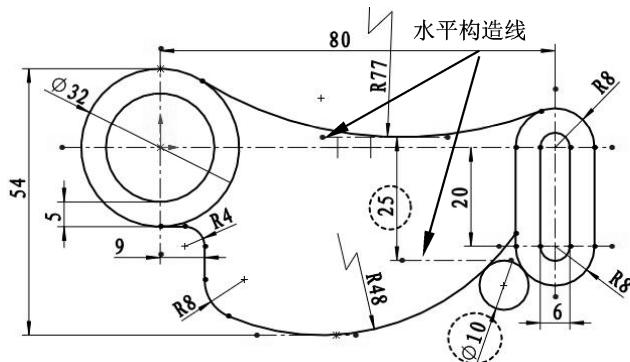

图 2-122 绘制构造线、圆并进行尺寸和几何约束
- 单击【圆】按钮 $\textcircled{1}$ ，绘制直径为 $\varnothing 10$ 的圆，作为水平辅助构造线，先将上水平构造线与 R77 圆弧进行相切约束，接着设置两水平构造线之间的尺寸约束（尺寸 25），最后将 $\varnothing 10$ 圆分别与 R48 圆弧、水平构造线和 R8 圆弧进行相切约束，如图 2-122 所示。